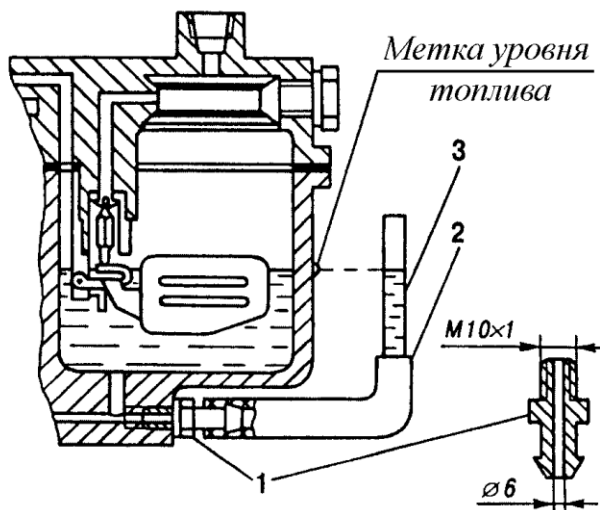

Рис.28. Схема проверки уровня топлива в поплавковой камере:
2) Ввернуть в место сливной пробки штуцер 1 (рис.28) и подсоединить к нему резиновую трубку 2 со стеклянной трубкой 3 внутренним диаметром 9 мм.